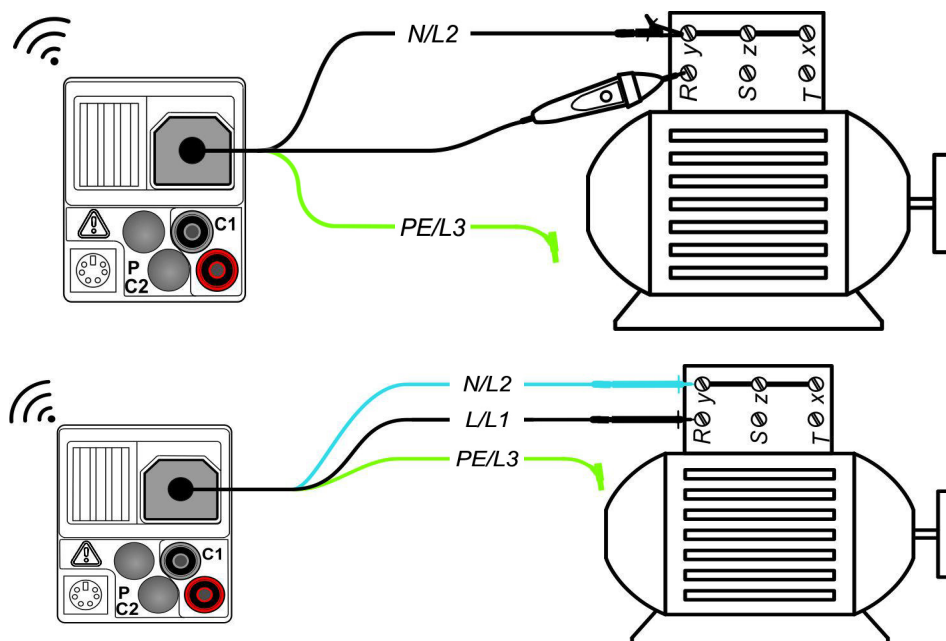

Abbildung 5.11: Anwendung der optionalen Commander-Prüfspitze (Artikelnummer: 044115) und 3-Leiter-Prüfleitung - Abbildung am Beispiel des IT 130
- ❑ Kontaktieren Sie die Prüfleitungen an das Prüfobjekt (siehe Abbildung 5.11).